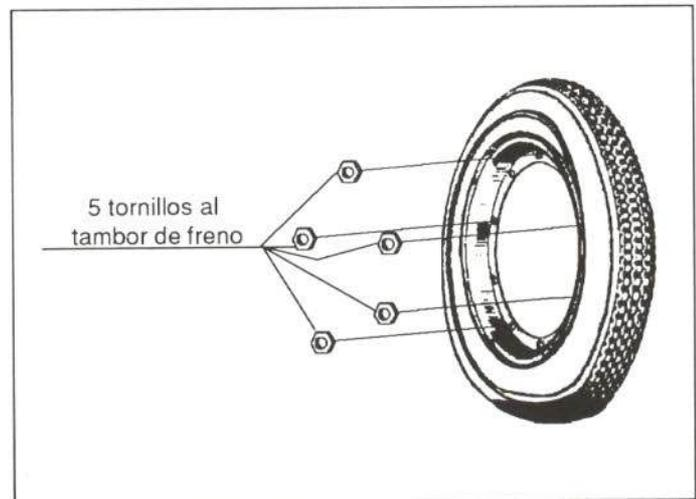

Figura 28.- Fijación de la rueda trasera
Atornillada. En la figura 28 se muestra su fijación.
- Rueda trasera (apartado 7.3.1. y figura 28).